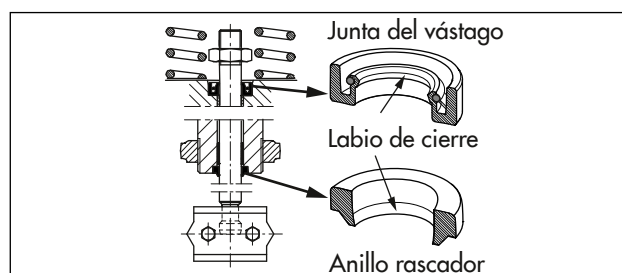

Fig. 26: Colocación de la junta del vástago y del anillo rascador
6. Montar la junta del vástago con una herramienta adecuada. Al hacerlo prestar atención a la correcta colocación de la junta del vástago, ver Fig. 26.
7. Montar la junta del vástago con una herramienta adecuada. Al hacerlo prestar atención a la correcta colocación de la junta del vástago, ver Fig. 26.